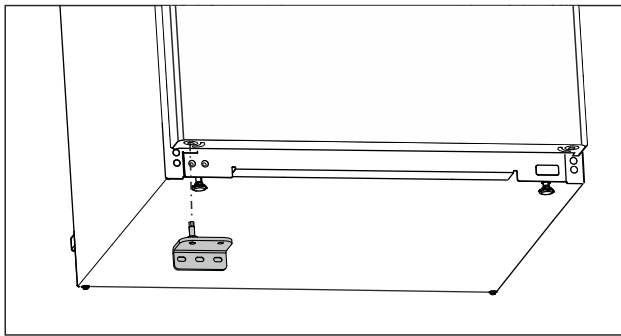

Fig. 25
- Ievietojiet apakšējo gultņa balstu pretējā pusē. (skat. Fig. 25)